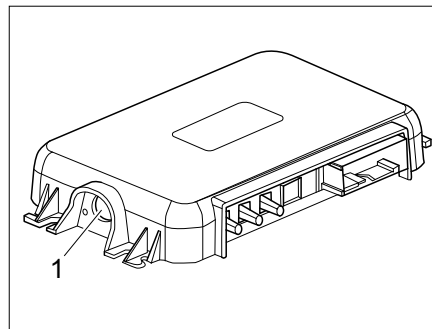

Fig. 294 Touche de jumelage sur la SCU
- Appuyer sur la touche de jumelage de la SCU (Fig. 294,1). Le véhicule et l'appareil mobile sont maintenant associés.